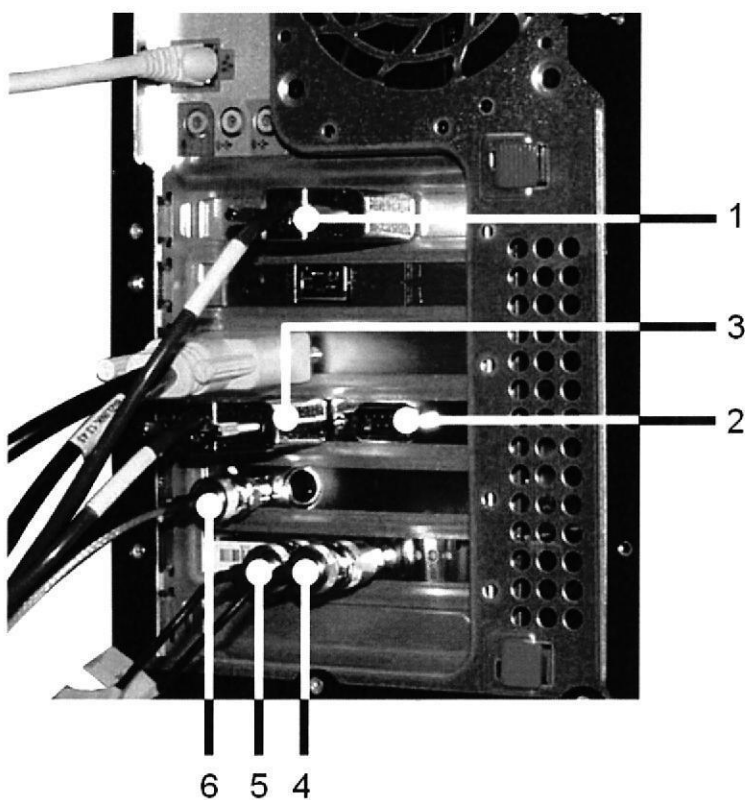

Figura 2-2 Conexiones del sistema de datos microflex LT/SH smart\*
3. Enchufe el extremo del cable de señal del sistema de datos en la toma adecuada situada en la parte posterior del PC (Figura 2-2).